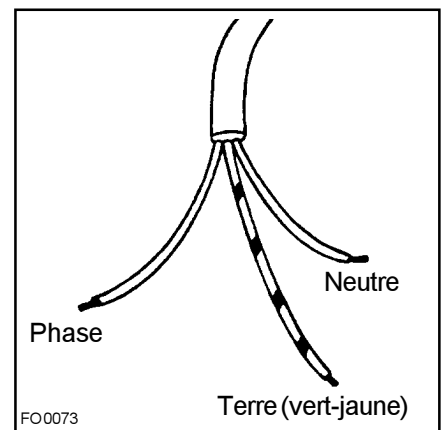

Fig. 15
- En outre, la longueur du conducteur de terre vert-jaune sera supérieure de 2 cm à celle des conducteurs de phase (fig. 15).